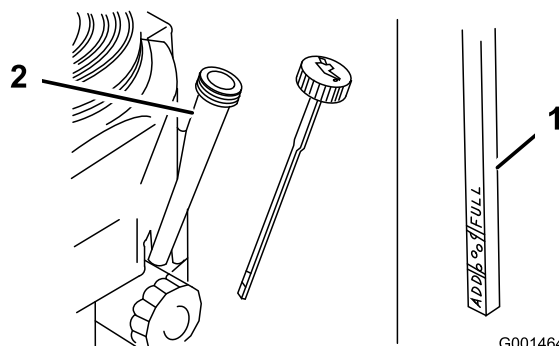

Bild 32
- Reinigen Sie den Bereich um den Ölpeilstab (Bild 32), damit kein Schmutz in den Einfüllstutzen gelangen und den Motor beschädigen kann.
- Schrauben Sie den Ölpeilstab heraus und wischen Sie das Metallende ab (Bild 32).
- Schieben Sie den Ölpeilstab vollständig in den Einfüllstutzen (nicht in den Einfüllstutzen einschrauben) (Bild 32).
8. Gießen Sie ca. 80 % der angegebenen Ölmenge langsam in den Einfüllstutzen (Bild 32).